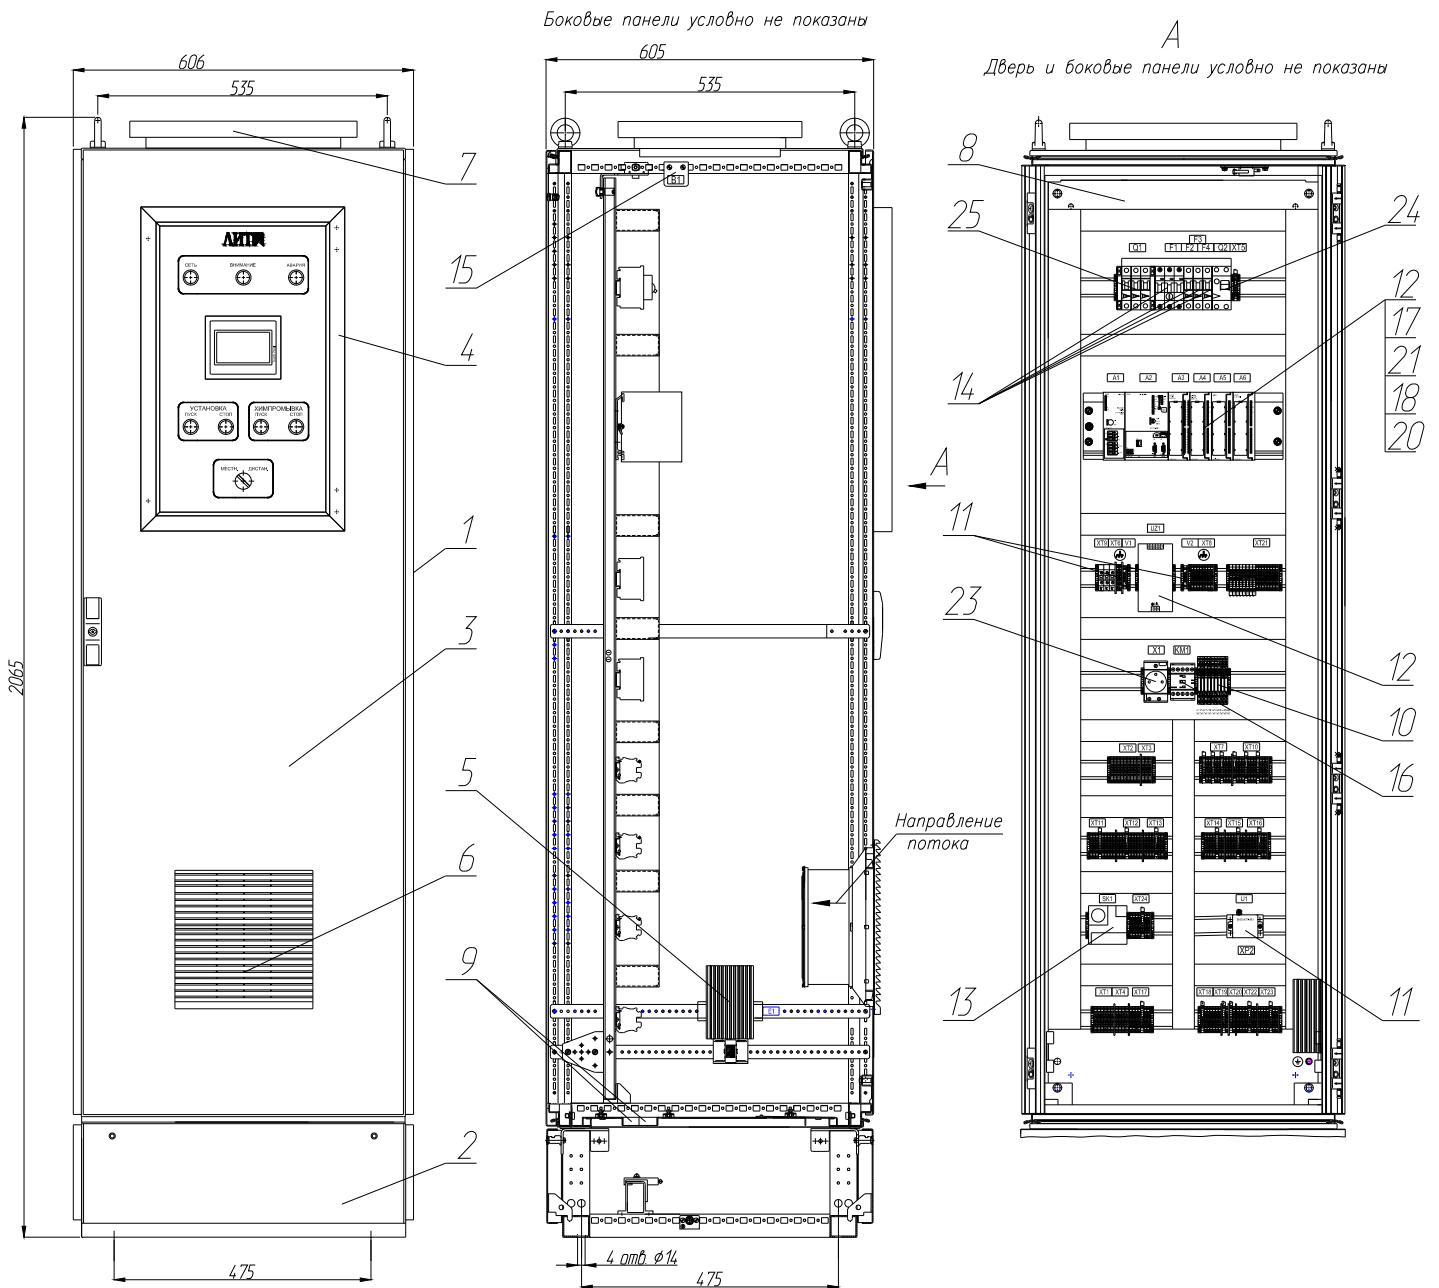

Рисунок 6. Шкаф управления
Шкаф управления (см. Рисунок 6) представляет собой корпус 1, установленный на цоколе 2. На двери шкафа 3 расположена панель управления 4. Для осуществления вентиляции на двери установлена вентиляционная решетка 6 с вентилятором, а в верхней панели шкафа – вентиляционная насадка 7. Внутри шкафа управления установлен датчик температуры 15.
Внутри шкафа управления расположена монтажная панель 8 (см. Рисунок 6), на которой крепятся элементы системы контроля и управления УФ установкой и элементы силовой коммутации.
- включить автоматический выключатель F1 (поз. 14 Рисунок 6),